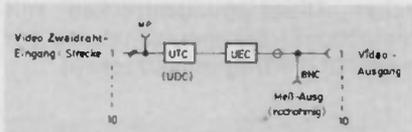

Bild 10 Prinzipschaltung Kabelentzerrer
5.3 19"-Geräteträger LEV72 (Bild 10)